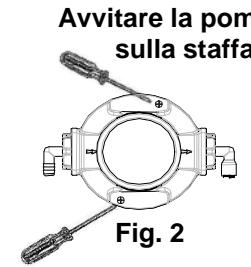

Fig. 2
2. Inserire e avvitare la pompa sulla staffa. (v. fig. 2)